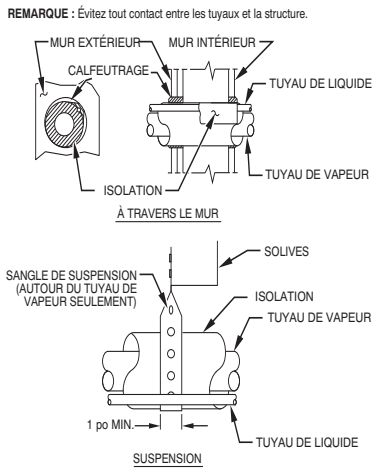

Figure 1 - Installation des conduites
5. Lors du passage des conduites de frigorigène au travers des murs, rendez les ouvertures étanches avec du RTV ou un autre matériau de calfeutrage flexible à base de silicone. (Voir la figure 1.)
7. Ne suspendez pas les conduites de frigorigène provenant des solives et des goujons au moyen de fils rigides ou de sangles en contact direct avec les conduites. (Voir la figure 1.)
9. Utilisez au besoin des courroies de suspension larges de 25,4 mm (1 po) et épousant la forme de l'isolant des conduites. (Voir la figure 1.)